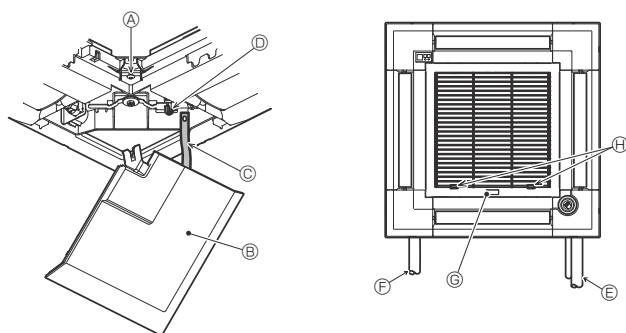

Fig. 9-12
9.5. Instalación de la rejilla de admisión (Fig. 9-12)